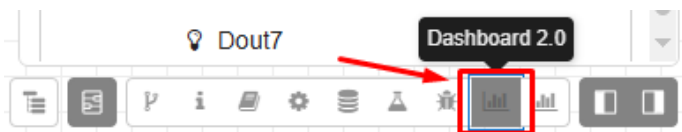

Рис. 2.32. Открытие «Dashboard»
2. После установки откройте вкладку на правой боковой панели и выберите «Dashboard 2.0» (см. рис. 2.32).